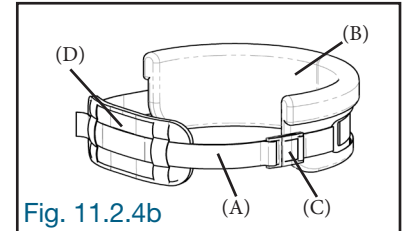

Fig. 11.2.4b
La sangle (A) de la butée (B) thoracique doit être ajustée et serrée au corps de l'utilisateur de façon à bien le maintenir en place. Pour se faire, ajuster la longueur de la sangle (A) en la glissant sur la boucle (C) jusqu'à la longueur requise. Une fois la longueur déterminée, bien attacher la boucle (C). Pour un meilleur confort, le coussinet (D) doit être centré sur la partie dorsale de l'utilisateur (Fig. 11.2.4b).